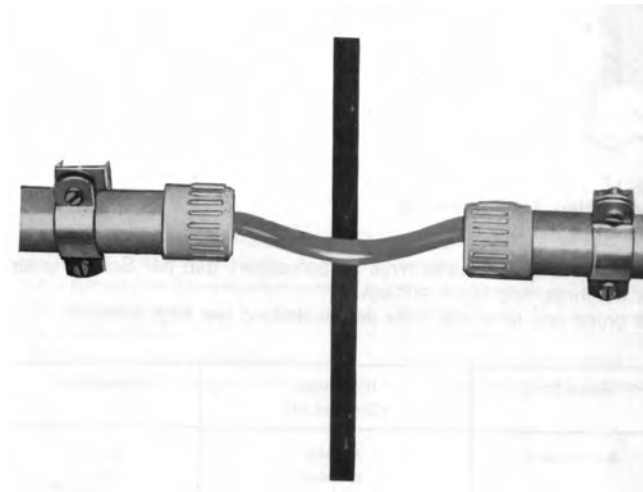

Figure C-2 Interruption du tube de protection au niveau d'un joint de dilatation
- En présence de coudes à 90° et au passage de joints entre bâtiments (joints de dilatation par exemple) une interruption du tube n'est admissible que si le câble ne risque pas d'être endommagé (par la chute de pièces par exemple) (voir figure C-2).